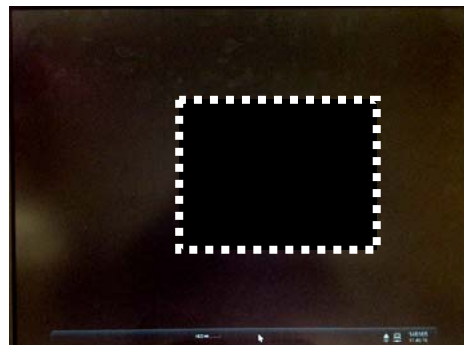

Figure 3-1: Monitor of EXT state
EXT 状態で、Figure 3-1 の点線で囲われた領域に入力された画像が表示される。
- ①Confirm the following items.
- In the state of EXT, the input image is displayed on the dotted line area of Figure 3-1.
- No input or not detected signal, blue square is displayed on dotted line area of Figure 3-1.